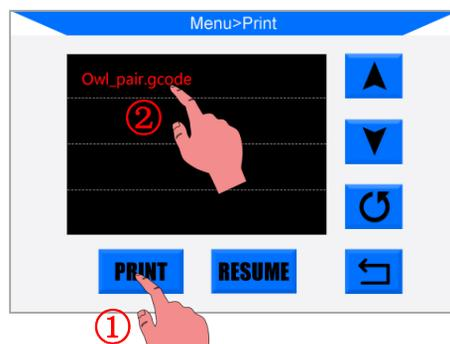

Imagen 31
3. Inserte la tarjeta SD en la ranura para tarjetas SD de la base. En el menú principal, haz clic en "Print" para entrar en la lista de archivos. Haga clic en un archivo existente (por ejemplo, "owl_pair"), y haga clic en "Print" (**Imagen 31**). La máquina calentará secuencialmente la base y la boquilla y luego imprimirá.